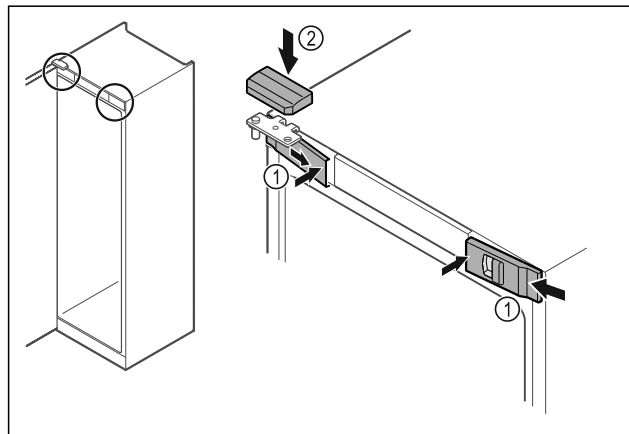

Fig. 48 *
- ▶ Vordere Abdeckungen Fig. 48 (1) seitlich einhaken und innen aufrasten.*
- ▶ Obere Abdeckung Fig. 48 (2) von oben aufrasten.*